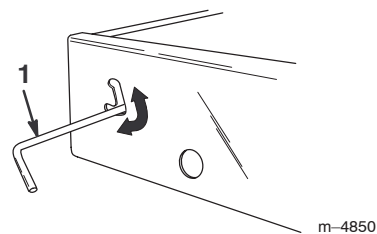

Bild 18
1. Schieben Sie den Riegel aufwärts in Richtung der Oberseite des Ausschnitts im Pritschenrahmen (Bild 18).
3. Bewegen Sie, um die Pritsche fest mit dem Chassis zu verbinden, den Riegel bis in den unteren Teil des Ausschnitts (Bild 18).